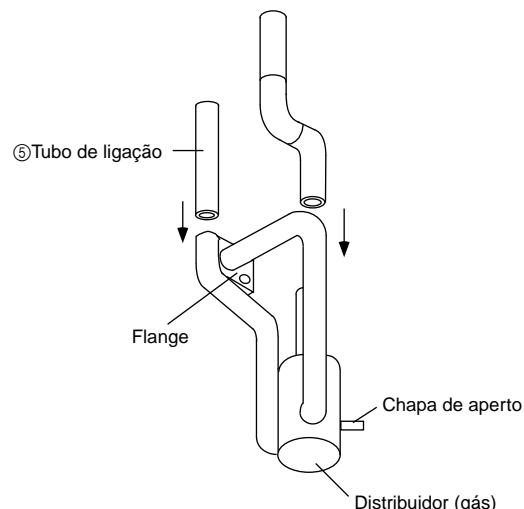

Fig. 5
- (3) Solde fora da unidade o tubo de ligação (⑤) e a tubagem de ligação montada no passo (2) para o distribuidor (gás). Para o procedimento de montagem, veja a Fig. 5. Quando soldar a tubagem, arrefeça a parte soldada da tubagem do lado do distribuidor com um pano de desperdício humedecido para evitar o aquecimento através da soldadura.